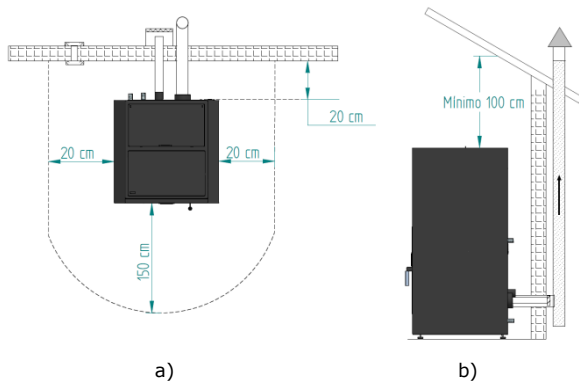

Figura 7 - Distâncias mínimas de todas as superfícies: a) vista superior da instalação do equipamento; b) lateral da instalação do equipamento
As distâncias mínimas da salamandra de água a *pellets* às superfícies especialmente inflamáveis estão representadas na Figura 7.
- Conforme indicado na Figura 7, a conduta de exaustão deve ser realizada de modo a que a limpeza e a manutenção sejam asseguradas pela inserção dos pontos de inspeção.